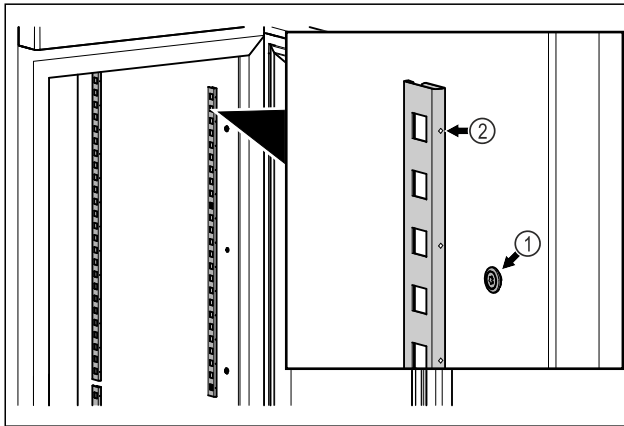

Fig. 79 Beispielhafte Darstellung
- Rastenleisten in Aufhängung Fig. 79 (1) einhängen. Markierung Fig. 79 (2) muss nach vorne zeigen.